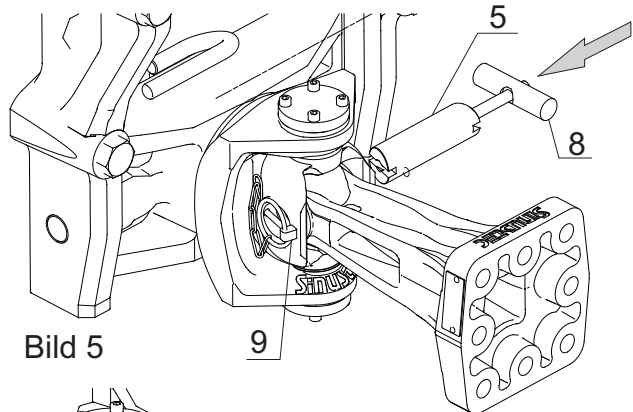

Bild 5
- 4.1.3** Anschlagbolzen (7) entfernen und auf einer Seite einen Klappsplint (9) montieren. Montage-Handgriff (8) auf einer Seite des Kupplungsbolzens (5) einschrauben und Kupplungsbolzen abstecken. [ Bild 5 u 6 ]